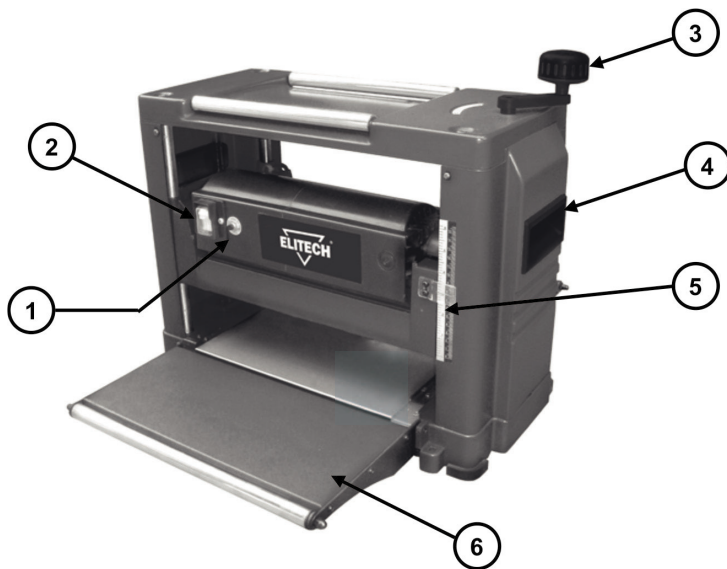

Рис. 1
3. Для регулировки толщины реза (стружки) используйте ручку регулировки глубины строгания 3 (Рис. 1). Каждый полный оборот рукоятки изменяет толщину стружки на 2 мм. Контролировать глубину реза нужно по шкале 5 (Рис. 1).